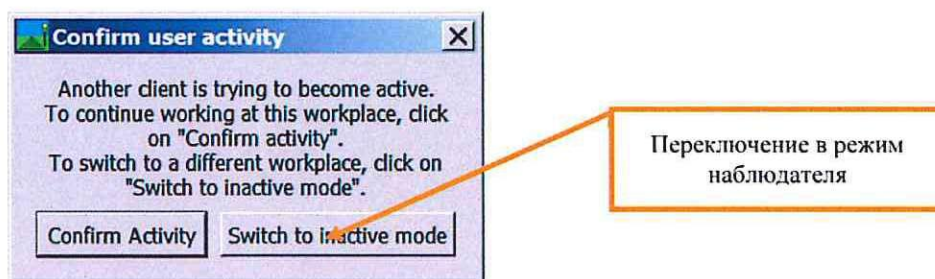

Рисунок 10. Переключение АРМ ДСП.
7.4.2 ДСП в присутствии старшего электромеханика для переключения активности выполняет вход в систему на резервном АРМ ДСП. При этом на экране основного АРМ ДСП появляется диалоговое окно с кнопками «Confirm Activity» (подтвердить активность) и «Switch to inactive mode» (перейти в неактивный режим). ДСП в диалоговом окне на основном АРМ ДСП нажимает кнопку «Switch to inactive mode» (перейти в неактивный режим) (Рисунок 10).